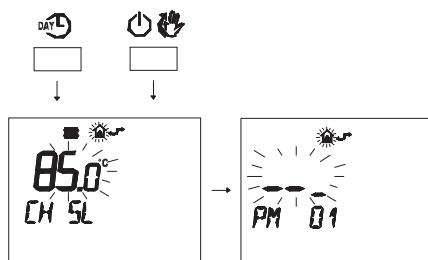

Figura 5.77
- Premere contemporaneamente i pulsanti **DAY** e **ON** per entrare nella programmazione trasparente (Figura 5.77).